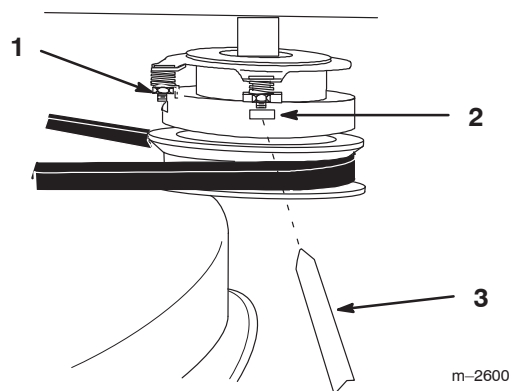

Bild 51
1. Ziehen Sie die Sicherungsmuttern an den Flanschbolzen zum Einstellen der Kupplung fest oder lockern Sie sie (Bild 51).
2. Prüfen Sie die Einstellung, indem Sie eine Fühlerlehre durch die Schlitz neben den Bolzen einführen (Bild 51).